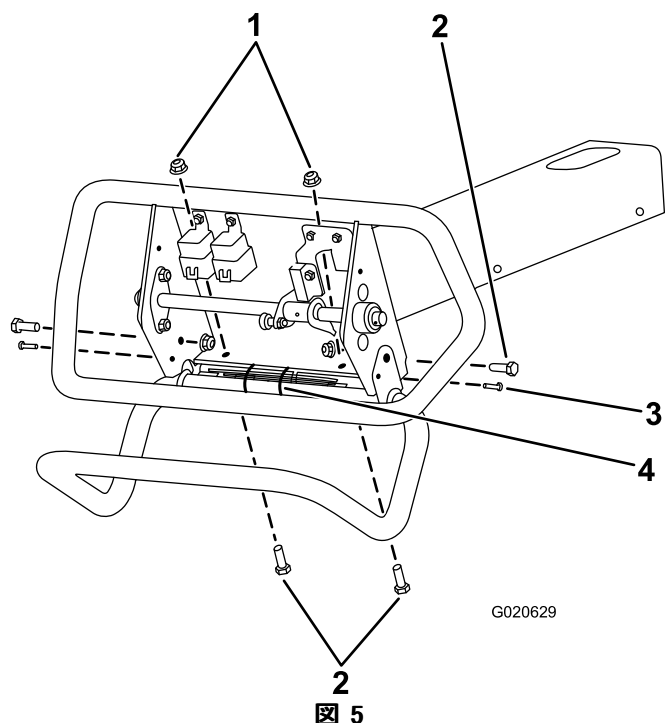

図 5
1. ハンドルについている穴を、フレームの穴に合わせる (図 5)。
2. 六角ヘッドボルト (#10-24 x 3/4 インチ) 2本を、ハンドル、フレームの穴、およびコントロールカバーに仮通しする (図 5)。
3. 六角ヘッドボルト (3/8 x 1 インチ) 4本とフランジナット4本を使って、ハンドルをフレームに固定する (図 5)。
4. カバーをフレームに固定する六角ヘッドボルト (#10-24 x 3/4 インチ) 4本を締め付ける (図 5)。
5. ケーブルタイ2本を使って、ワイヤハーネスをフレームに固定する (図 5)。